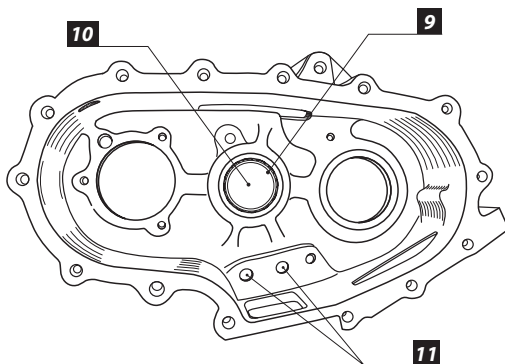

Рис. 4
10. Выбейте заглушки штоков [11] (Рис. 4), которые стоят со стороны КПП.
11. Выбейте подшипник [9] с заглушкой [10] лёгким постукиванием медной выколотки в направлении фланца переднего моста. (Рис. 4).